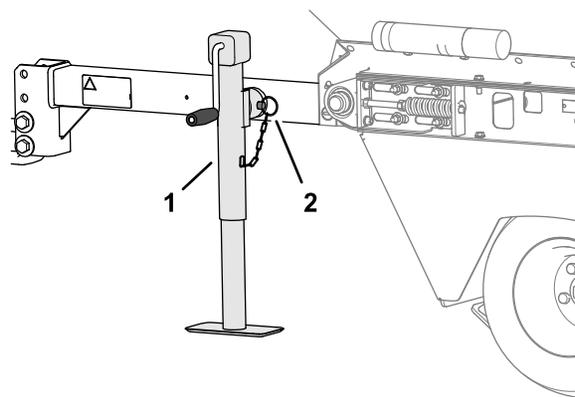

Figura 11
2. Rode o macaco na vertical (Figura 11).
3. Prenda-o ao tubo de montagem com o passador de forquilha (Figura 11).